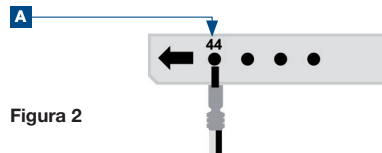

Figura 2
- 08 Montați cablul (negru/alb) în conectorul setului de cabluri XE1 (**figura 2**)